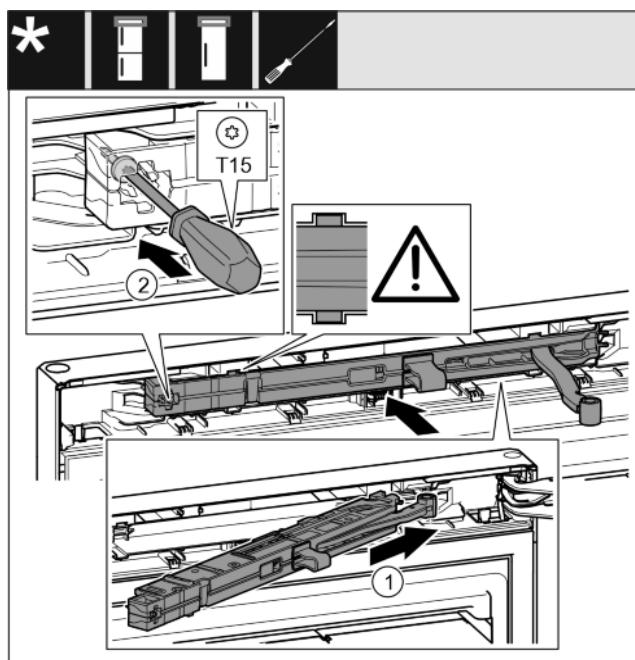

Fig. 38
- ▶ Jednotku tlmiča uzatvárania zasuňte na strane ložiskovej konzoly až na doraz šíkmo do vybrania. Fig. 38 (1)
- ▶ Skrutkovačom T15 pevne zaskrutujte skrutku. Fig. 38 (2)